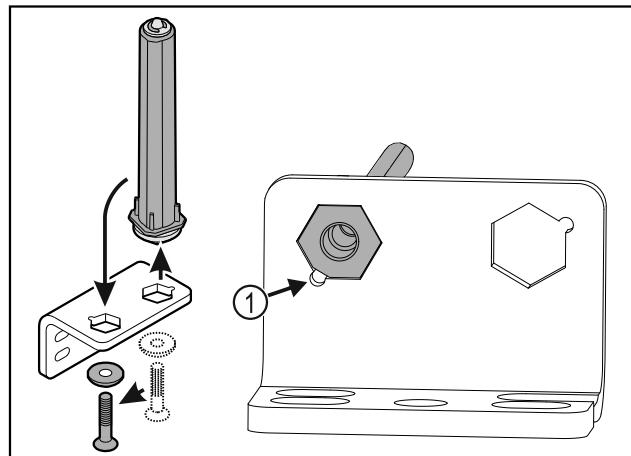

Fig. 39
► Βεβαιωθείτε ότι κατά την τοποθέτηση η λοξοτομή του πείρου είναι στραμμένη Fig. 39 (1) προς τη στρογγυλή οπή.